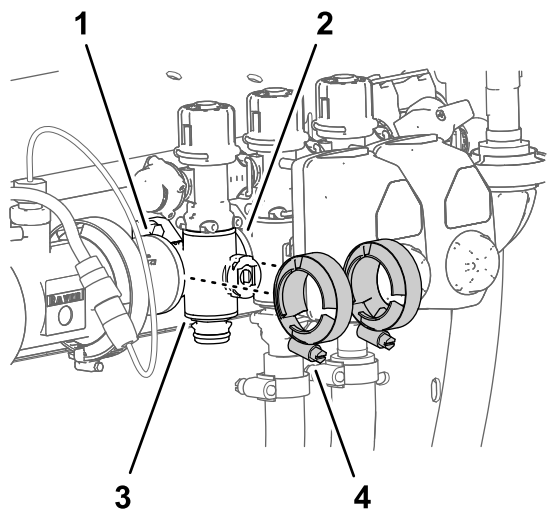

Рисунок 111
- Снимите 2 фланцевых хомута, которые крепят коллекторный клапан секции к фланцам соседних компонентов (Рисунок 111).